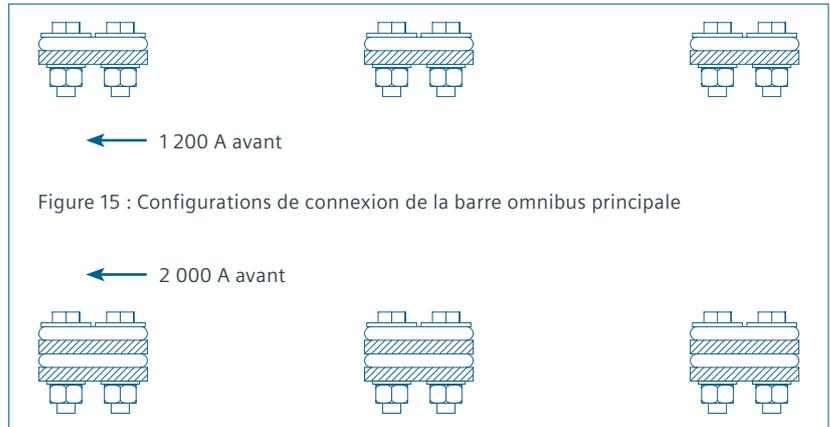

Figure 15 : Configurations de connexion de la barre omnibus principale
Lorsqu'une configuration de l'appareillage est divisée pour l'expédition, les connexions de la barre omnibus horizontale (principale) et de la barre omnibus de masse entre les groupes d'expédition doivent être effectuées lors de l'installation de l'équipement. Ces connexions boulonnées sont relativement simples à réaliser. Consulter la figure 15 : Configurations de connexion de la barre omnibus principale pour les configurations possibles; la figure 14 : Accès à la barre omnibus principale à la page 26 qui montre comment accéder à la zone de la barre omnibus principale; la figure 16 représente une connexion de barre typique tandis que la figure 17 montre les détails de connexion de la barre de masse.
7. Monter toutes les connexions, comme illustré à la figure 15. Configurations de connexion de la barre omnibus principale. Installer tout le matériel de la manière dont les connexions des barres ont été montées à l'usine. Le matériel doit être correctement aligné; sinon, vous pourriez ne pas réussir à installer les gaines d'isolation moulées (si fournies).